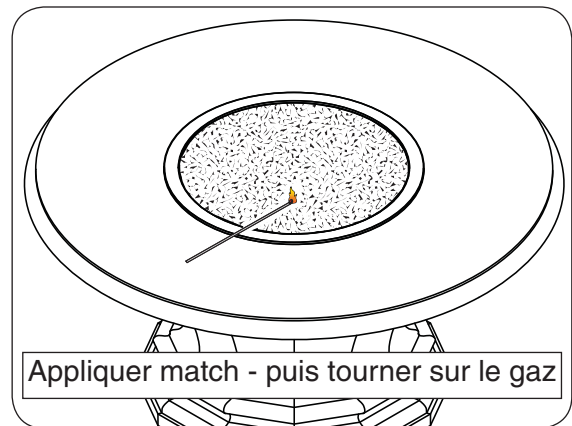

Fig. 38-1
3. Poser une allumettes à tige longue éclairé sur la surface des médias décoratifs près du brûleur (**ne pas tenir le match en main**) ou utiliser un briquet au butane long cou éclairé (Fig. 38-1).